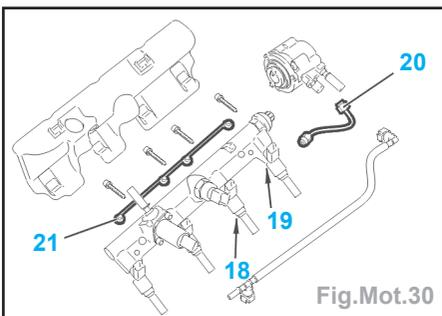

Fig.Mot.30
Impératif : remplacer les joints (18 et 19), les agrafes (15) et le tuyau haute pression (20) (Fig.Mot.30).